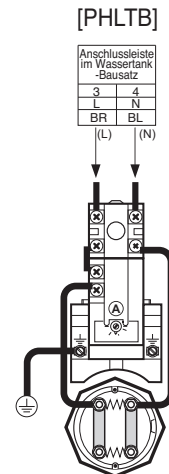

Abbildung 3
**Schritt 6.** Schließen Sie die Hauptplatine über die Anschlussleitung (Teil 4) an die Anschlussleiste an, wie in Abbildung 3 gezeigt.